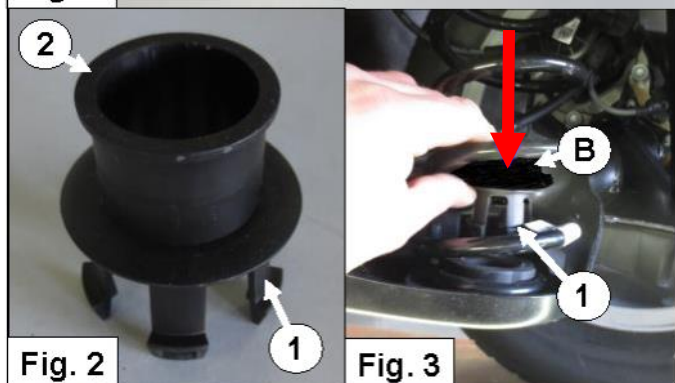

Fig. 2
2. Verwijder indien nodig de dubbele zwarte plug **1 & 2** uit de draagarm. *Zie fig. 2.*
2. If necessary remove the double plastic cap **1 & 2** in the suspension arm. *See Fig. 2.*
2. Beiden Plastik Kappen **1 & 2** aus Öffnung im Träger wenn nötig entfernen. *Siehe Abb. 2.*
2. Si nécessaire: Enlever les bouchons en plastique 1 & 2 de poutre le bras du suspension. Voir fig. 2.
2. Si es necesario, quite el tapón de plástico 1 & 2 desde el brazo de soporte. Véase fig. 2.